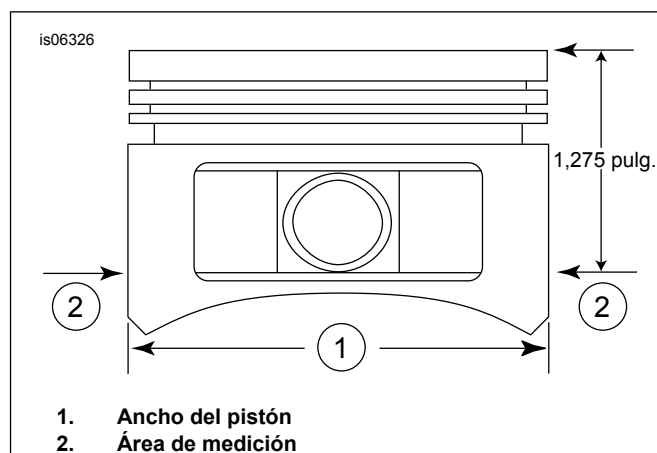

Figura 2. Medidas del pistón
5. Vea Figura 2. Mida el ancho del pistón (1), a 90 grados en sentido horizontal desde ambos lados del agujero del pasador del pistón y 32,38 mm (1.275 in) hacia abajo desde la superficie superior del pistón (2). Vea las Tabla 11 para saber cuál es el ajuste del pistón al cilindro en esta ubicación.